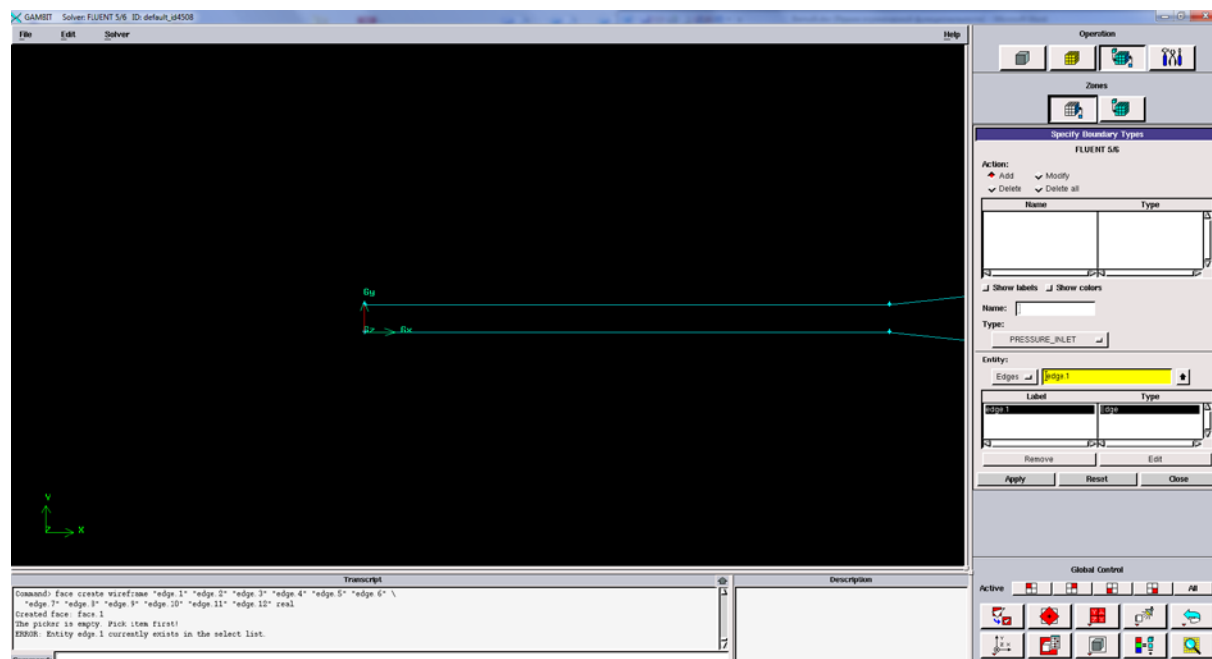

Рисунок 1.6 - Меню задания граничных условий
Для выхода в меню задания граничных условий (рисунок 1.6) необходимо нажать следующие кнопки в главном меню:
- Поставить курсор в поле напротив кнопки *Edge* и с помощью мыши выбрать входную границу расчетной области (рисунок 1.6). Если произошла ошибка, то удалить линию из списка можно, нажав кнопку *Remove*.